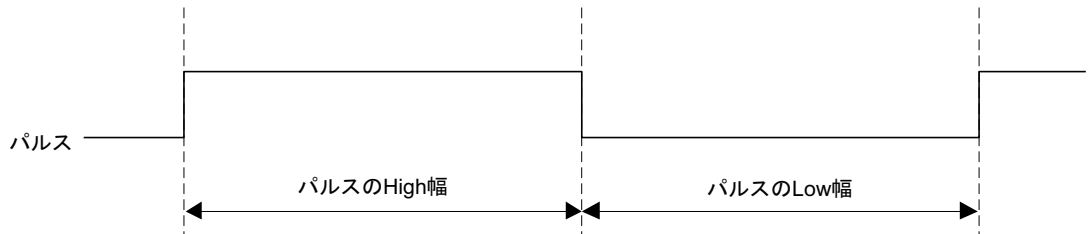

図 2.1 パルス幅測定タイミング
- (1) 図2.1に示すように、パルスのHigh幅およびLow幅の時間を測定し、結果をRAMに格納します。
- (2) 内蔵周辺クロック $P_{\phi}=40.0\text{MHz}$ 動作時、パルスのHigh幅およびLow幅は25.0nsから1.63msまで25.0ns単位で測定可能です。